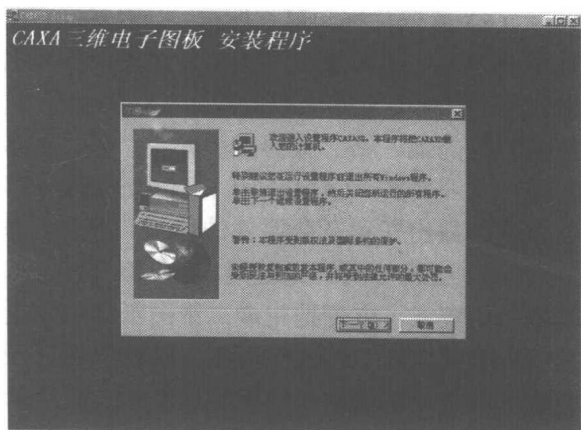

图 1-1
1) 欢迎画面(见图 1-1)。选择“下一个”, 继续安装程序, 或者选择“取消”则出现退出安装对话框, 选择“继续”则继续安装程序, 或选择“退出设置程序”则退出安装程序, 返回操作系统。